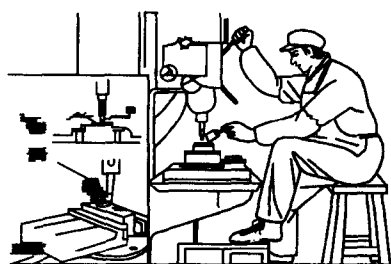

图 1-1
1. 严禁戴手套操作,严禁用手清除切屑(只能用铁钩勾取),不要把头低向钻孔处,防止头发被旋转部分绞住,工作时应戴工作帽(见图 1-1)。